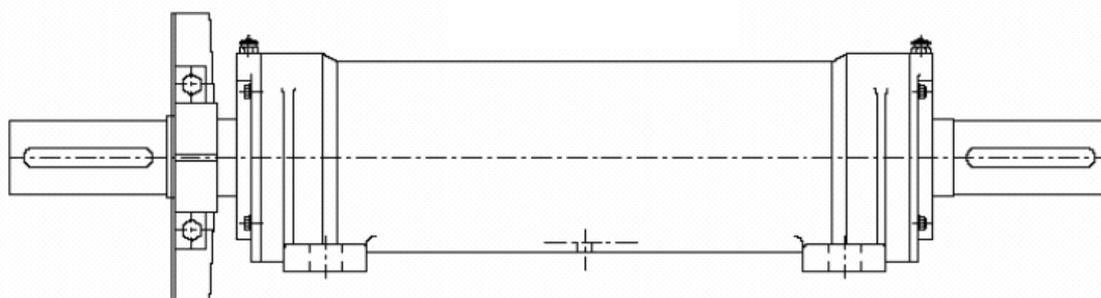

Figura 10-10 Supporto con ventolina di raffreddamento
1.- Per supporti con installata la ventolina di raffreddamento, eseguire lo smontaggio della stessa (Figura 10-10)